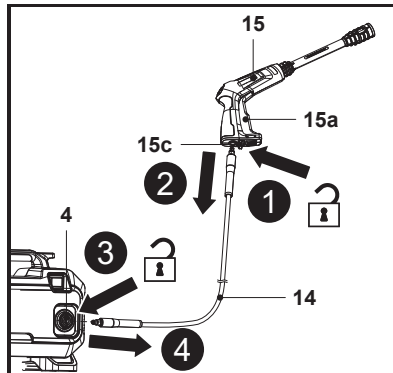

Rys. 4
1. Włożyć jeden koniec węża ciśnieniowego (14) do złączki do węża (4) w maszynie i wsuwać go aż do usłyszenia kliknięcia (rys. 4, krok 1).
3. Włożyć drugi koniec węża ciśnieniowego (14) do złączki do węża (15d) w pistolecie natryskowym (15) i wsuwać go aż do usłyszenia kliknięcia (rys. 4, krok 2).